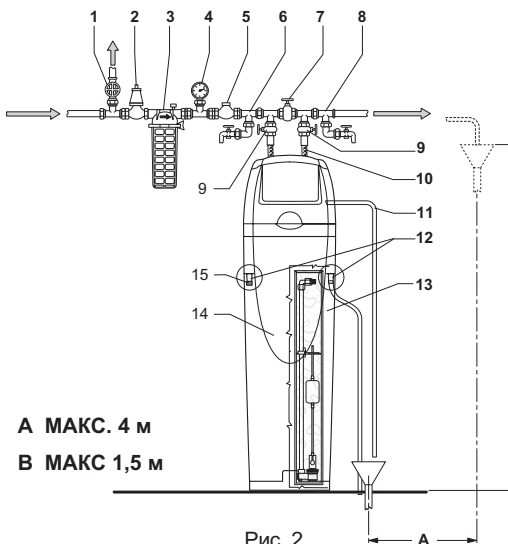

Рис. 2
- Подключить к водяному контуру, как показано на Рис. 2, подсоединив подачу жесткой воды на входе и умягченной воды на выходе, как показано стрелками на клапане.
- Подсоединить слив агрегата, расположенный на его задней стенке (см. Рис. 2)
- Трубка слива должна быть видимой и позволять производить проверки. Необходимо предусмотреть установку крана для перекрытия трубки слива и накопителя с воронкой для сбора слива (Рис. 2)
- Накопитель с воронкой для сбора слива не должен располагаться выше 1,5 м от пола. Трубка слива не должна быть длиннее 4 м и должна обеспечивать легкий слив любого количества воды (см. Рис. 2)
- Подсоединить трубку перелива воды к одному из двух патрубков, расположенных в задней части корпуса, вставив трубку в один патрубок и заткнув пробкой другой, не используемый (см. Рис. 2 поз. 12 и 15).
- 2 Оставить открытым ручной клапан Vu-Pass (см. Рис. 2, поз. 7, стр. 6).